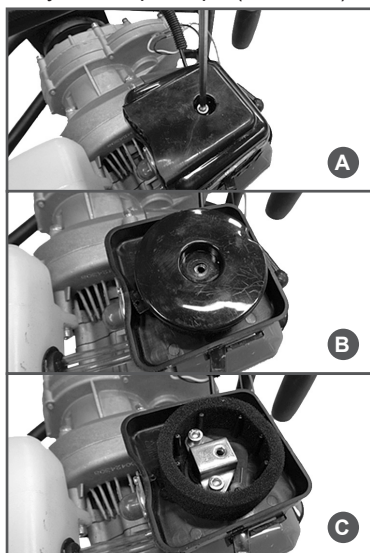

Рис. 13 Обслуживание воздушного фильтра
Загрязнение воздушного фильтра может препятствовать поступлению воздуха для образования воздушно-топливной смеси. Для предотвращения неисправностей двигателя надо осуществлять регулярное обслуживание воздушного фильтра (Рис.13). При работе в условиях повышенной запыленности необходимо чаще обслуживать воздушный фильтр.
1. Открутите винт и снимите крышку воздушного фильтра (Рис. 13А).
2. Снимите внутреннюю крышку фильтра (Рис. 13В).
3. Извлеките воздушный фильтр из корпуса (Рис. 13С) и проверьте его на отсутствие повреждений.